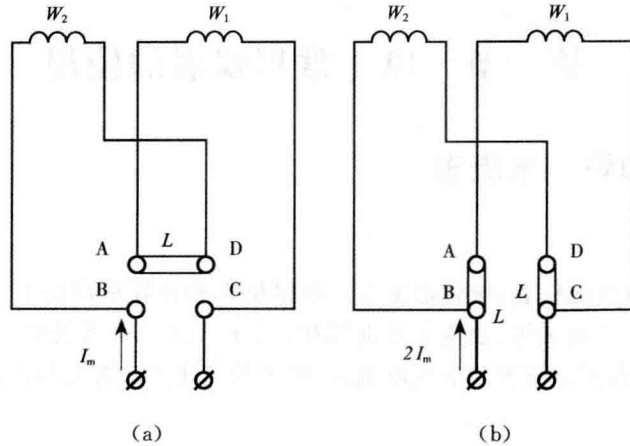

图 1-3 双量程电磁式电流表改变量程接线图
(2)多量程电磁式电流表,通常将固定线圈绕组分段,再利用各段绕组串联或并联来改变电流的量程,如图 1-3 所示。